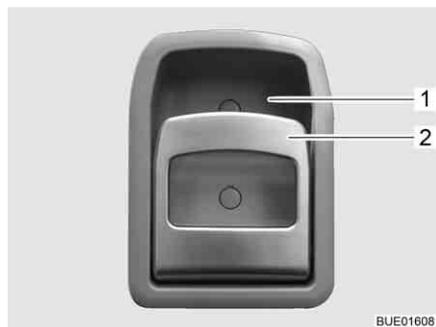

Fig. 41 Serratura della porta di ingresso, lato interno
- Apertura:** ■ Tirare la maniglia (Fig. 41,2). La serratura della porta si sblocca o apre.
- Bloccaggio:** ■ Premere la maniglia (Fig. 41,2) in alto verso l'impugnatura (Fig. 41,1). La serratura della porta si blocca.